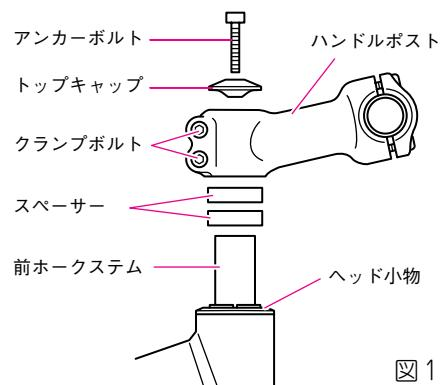

図1
- 図1の順序で各部品を仮組みします（製品により仕様は若干異なります）。